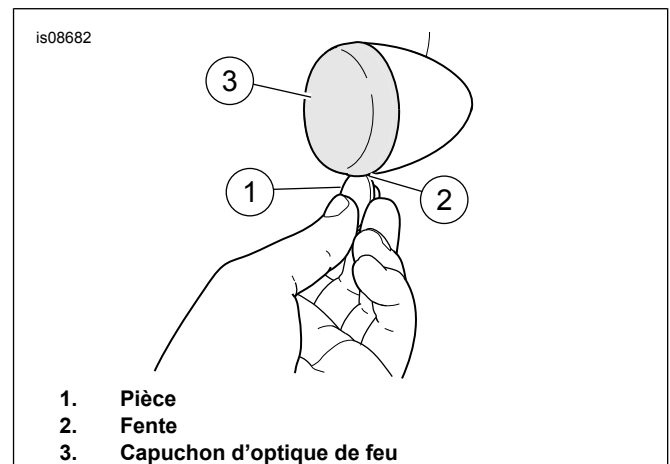

Figure 1. Retirer le diffuseur
2. Voir Figure 1 . Insérer la pièce (1) ou la lame du tournevis dans l'encoche (2) au bas du capuchon de l'optique (3).